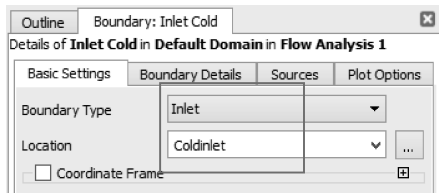

图 12-46 Coldinlet 入口边界基本设置
(3) 在任务栏中单击边界条件按钮 ，在弹出的插入边界面板里输入名称为“Inlet Cold”然后确定，在基本设定中选择边界类型为 Inlet，位置选择 Coldinlet，如图 12-46 所示。